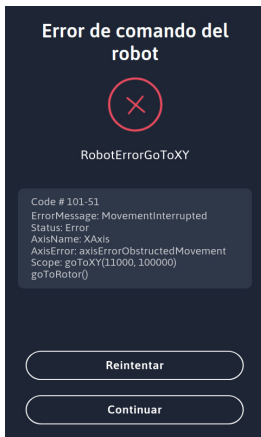

Figura 68
Si se selecciona «Retry» (Reintentar), la condición que ha generado el fallo se volverá a intentar. Mientras el proceso de reintentar esté en curso, los botones de selección de esta página se mostrarán en gris y no aceptarán entradas del usuario (véase la figura 68). Si el proceso de reintentar tiene éxito, el error desaparecerá. Si falla, el flujo de trabajo del error se reiniciará con las opciones «Retry» (Reintentar) y «Continue» (Continuar) seleccionables.
2. Para intentar eliminar el error desde la pantalla de inicio antes o después de la resolución de problemas, vaya al menú de mantenimiento. En la parte inferior de la página habrá una lista de errores activos con todos los errores de bloqueo (Figura 71). Al seleccionar uno, se abrirá de nuevo una ventana de error de página completa donde se podrá seleccionar «Retry» (Reintentar) o «Continue» (Continuar) (Figura 68).